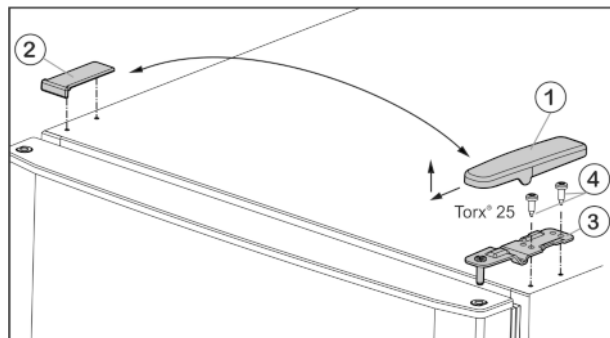

Fig. 5
- ▶ Wyjąć osłonę Fig. 5 (1) do przodu i do góry.
- ▶ Podnieść osłonę Fig. 5 (2).
- ▶ Odkręcić górną płytkę zawiasu Fig. 5 (3) (2 razy Torx® 25) Fig. 5 (4) i wyjąć ją do góry.
- ▶ Włożyć w drzwi górną płytkę zawiasu Fig. 5 (3) po nowej stronie zawiasów.
- ▶ Dokręcić górną płytkę zawiasu (z siłą 4 Nm) (2 razy Torx® 25) Fig. 5 (4). Ewentualnie użyć wkrętarki akumulatorowej.
- ▶ Założyć osłonę Fig. 5 (1) od zewnątrz odpowiednio po przeciwległej stronie i zazębnić.
- ▶ Założyć osłonę Fig. 5 (2) od góry odpowiednio po przeciwległej stronie i zazębnić.